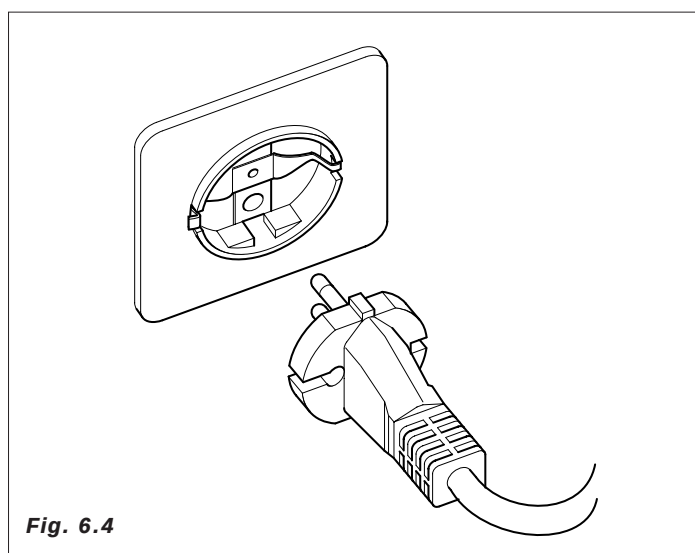

Fig. 6.4
- El distribuidor está dotado de un cable de alimentación H05VV-F 3x1,5 mm², con clavija SCHUKO.(Fig.6.4).